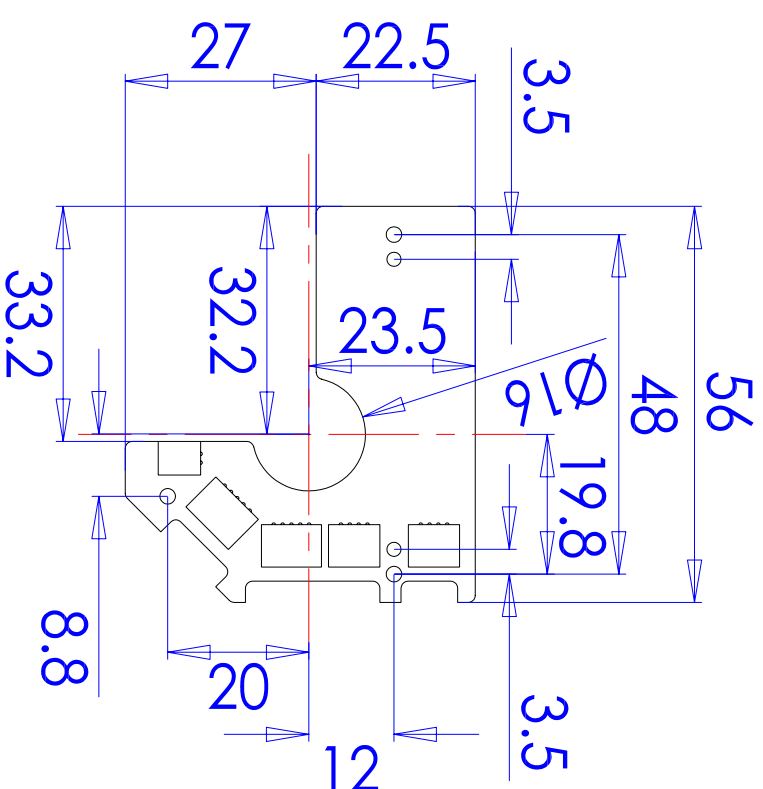

图8. 垂直动力墙板PCB
- 垂直动力墙板 PCB (见图 8): 该 PCB 位于垂直动力墙板上,由于有传动齿轮及安装凸台,要注意避开;其底部限高取决于墙板空腔,其顶部限高取决于内遮光壳 18 内腔干涉;墙板边缘有多个缺口用于出线;在一个真实的 CMOS IP CAMMERA 设计中用于步进电机驱动及控制,该 PCB 是双面板, SMD 件;